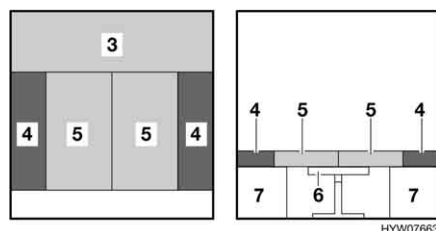

Fig. 76 Dopo la trasformazione
- Collocare i cuscini dello schienale (Fig. 76,4) sulla parete esterna. Rispettare la forma cuneiforme.
- Premere entrambi i cuscini del divano (Fig. 76,5) fra i cuscini dello schienale.